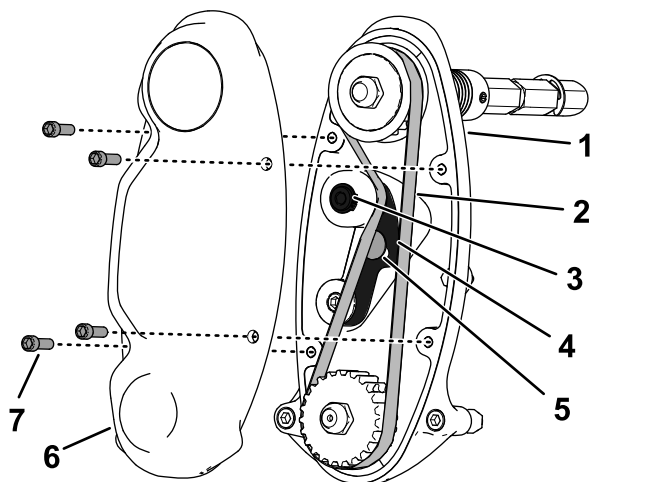

Figura 15
3. Utilize uma chave de torque tipo “beam” para aplicar 6 a 7 N·m de força no parafuso interno do braço intermédio superior (Figura 15).